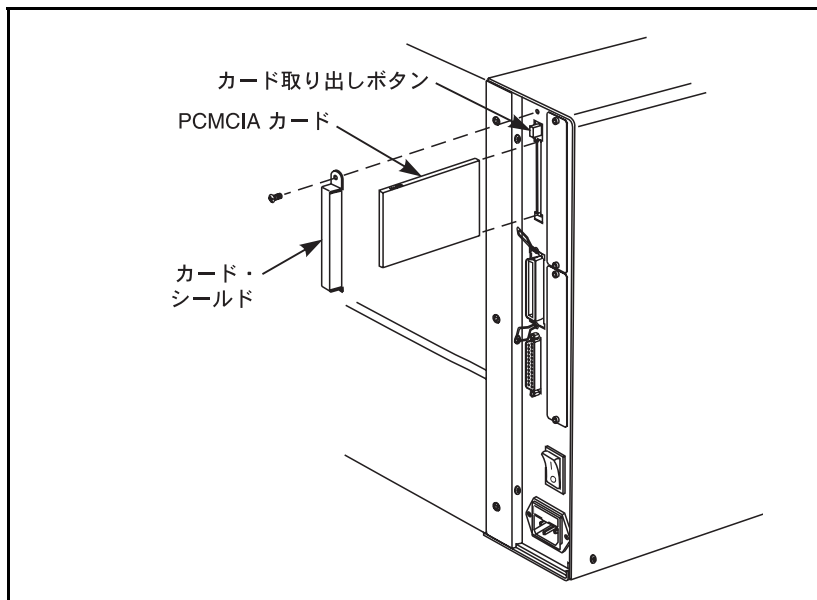

図 47
1. AC 電源スイッチをオフ (O) の位置にして切り、AC 電源コードを外します。データ・ケーブルを取り外します。
2. 図 47 をご参照ください。プリンタの背面から、オプション・カード・カバーとねじを取り外して取っておきます。
7. FEED キーを押したまま、電源スイッチをオン (I) の位置にして電源を入れます。